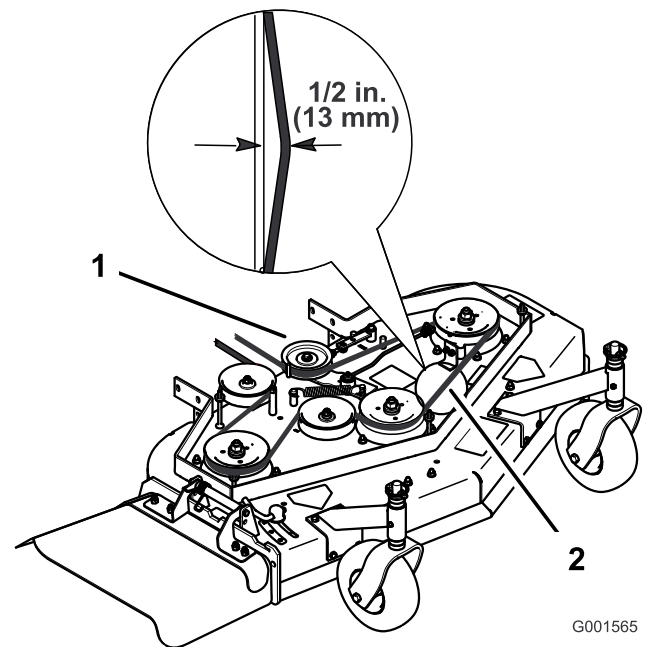

Figura 47
4. Retire la polea tensora y la correa desgastada (Figura 47).
Nota: La tensión correcta de la correa del cortacésped es de 44-67 N (10-15 libra fuerza) con la correa desviada 13 mm (1/2 pulg.) en el punto intermedio entre las poleas (Figura 47).